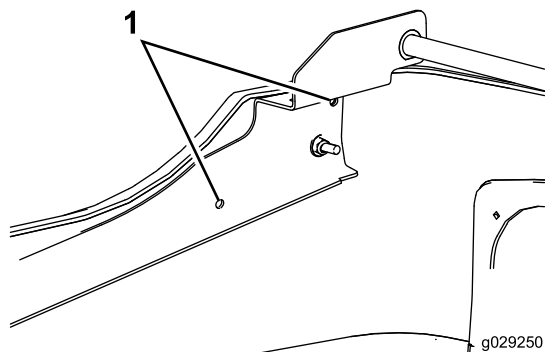

図 3
8. 左右のヒンジカバーブラケットと治具を使って、エンジンカバーの両側にそれぞれに、直径 8.5mm の穴を 2 つあける 図 3。